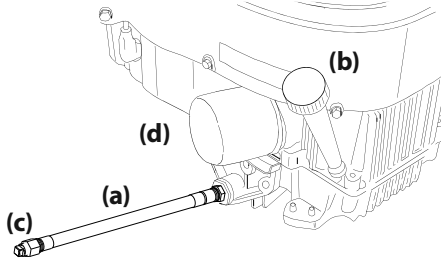

Figura 37
3. Mientras sostiene el extremo libre de la manguera de drenaje de aceite sobre el recipiente de recolección de aceite, desenrosque el tapón con cabeza cuadrada de la manguera (c) del extremo de la manguera de drenaje de aceite. Consulte la Figura 37.